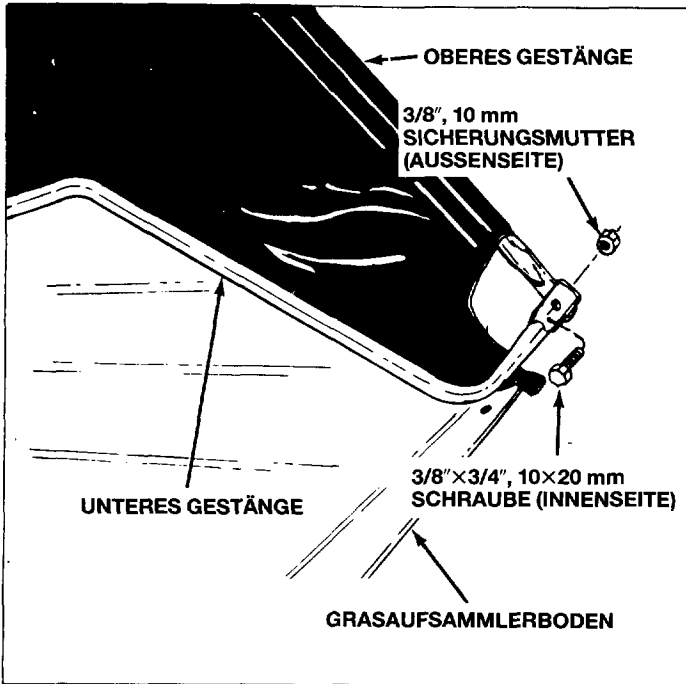

Bild 17
- Die montierten unteren Gestänge wie in Bild 17 gezeigt in den Boden des Grasbehälters einsetzen.
- Die Enden der oberen und unteren Gestänge mit zwei Sechskantschrauben $10 \times 20 \text{ mm}$ ($3/8 \times 3/4''$) (auf der Innenseite) und Sicherungsmuttern 10 mm ($3/8''$) (auf der Aussenseite) zusammenschrauben. Siehe Bild 17.